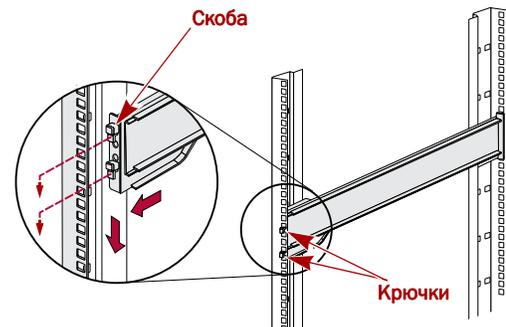

Рисунок 5. Прикрепление лицевой части направляющей
- Присоедините левую внешнюю направляющую к стойке (Рис. 5):